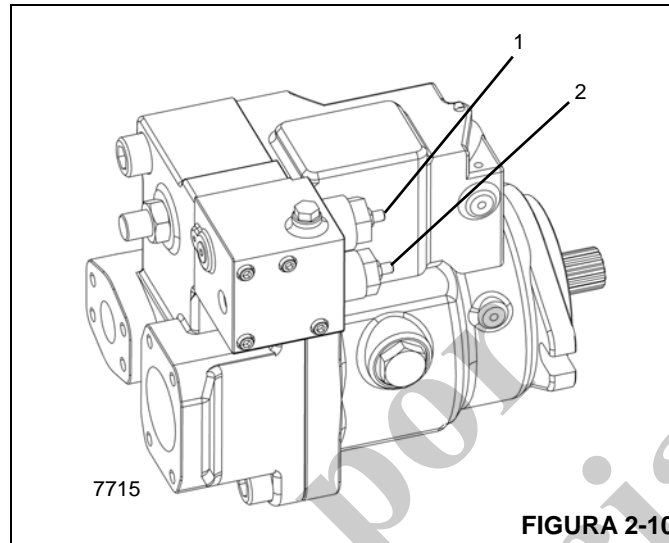

FIGURA 2-10
Si la presión de margen no es correcta, ajuste el tornillo de ajuste de detección de carga (LS) (2, Figura 2-10) en la bomba. Gire el tornillo en el sentido de las agujas del reloj para aumentar el ajuste. Cada vuelta representa 19 bar (275 psi). Apriete la contratuerca a 16.2 Nm (12 lb pie) para asegurar el ajuste.
2. Si la presión máxima no es la correcta, ajuste el tornillo de ajuste de compensación de presión (PC).
3. Afloje la contratuerca y gire el tornillo de ajuste de PC (1, Figura 2-10) en el sentido de las agujas del reloj para aumentar el ajuste. Cada vuelta representa 100 bar (1450 psi). Apriete la contratuerca a 16.2 Nm (12 lb pie) para asegurar el ajuste.
3. Si la presión de LSRV no es correcta, gire el tornillo de ajuste de la LSRV. Afloje la contratuerca y ajuste el tornillo. Gire el tornillo de ajuste de PC (1, Figura 2-10) en el